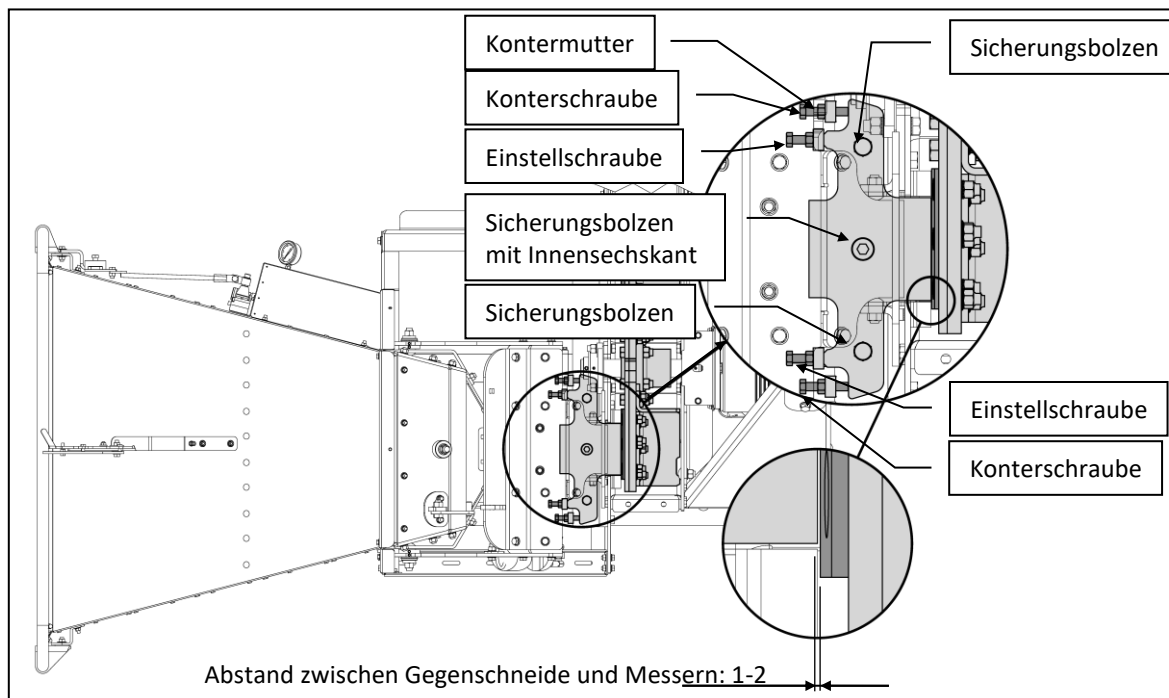

Abbildung 24
Am einfachsten lässt sich die untere Gegenschneide wie folgt einstellen (siehe Abbildung 24):
3. Die Gegenschneide kann dann durch Anziehen der Stell- und Konterschrauben eingestellt werden (siehe Abbildung 24). Lesen Sie weiter unten mehr über die Einstellung.
Wenn alle Messer die Gegenschneide passiert haben, empfiehlt es sich, den Rotor noch einmal laufen zu lassen, um sicherzustellen, dass die Gegenschneiden die Messer nicht berühren. Wenn die Einstellung zufriedenstellend ist, ziehen Sie während des Betriebs die 3 Schrauben an, die die Gegenschneide während des Betriebs am Träger festklemmen. Außerdem müssen die Stellschrauben, die Konterschrauben und ihre Kontermuttern ebenfalls angezogen werden (siehe Abbildung 24), damit die Gegenschneide in allen Richtungen vollständig blockiert ist.